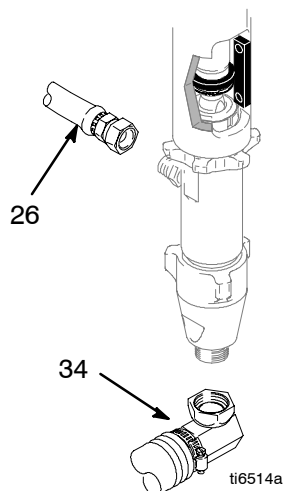

Fig. 11
3. Fig. 11 - 13. Retire a bomba.
3. Fig. 11. Retire os tubos de sucção (34) e (26).